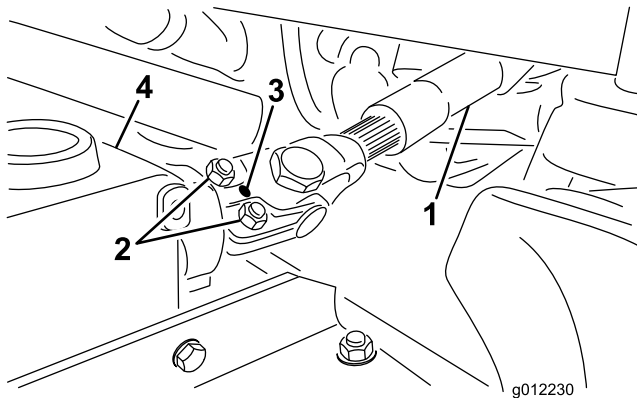

Bild 4
- A. Nehmen Sie den Rollstift aus dem Endjoch und der Getriebewelle (Bild 4).
- B. Lösen Sie die zwei Kopfschrauben und Sicherungsmuttern (Bild 4).
- C. Befestigen Sie das Endjoch der Zapfwellen-Antriebswelle mit dem Rollstift an der Getriebewelle (Bild 4).
- D. Ziehen Sie die Sicherungsmuttern an, um das Endjoch an der Getriebewelle zu befestigen (Bild 4). Ziehen Sie die Sicherungsmutter mit 20-25 Nm an.